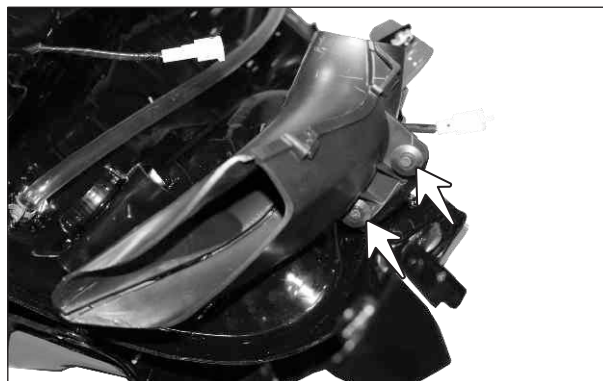

Fig.1.45
- Retire los remaches plásticos que fijan el enfocador al tanque y retire el enfocador. (Fig. 1.45)